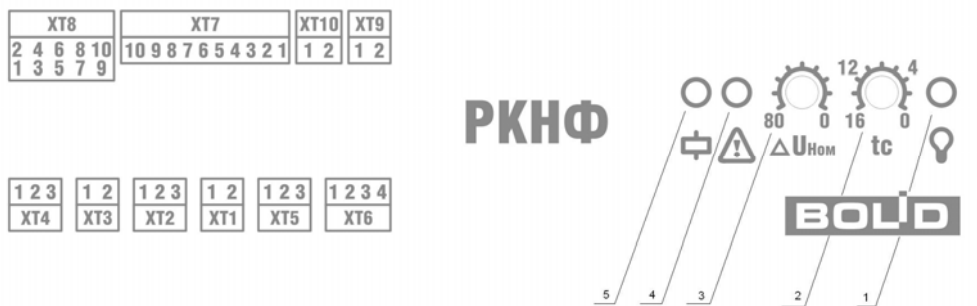

Рисунок 3. Лицевая панель РКНФ
- Максимально допустимое отклонение напряжения выставляется потенциометром 2 (см. рис. 3).  $\Delta U_{\text{ном}}$  определяет одновременно верхний и нижний пороги срабатывания. Таким образом, входное напряжение будет считаться допустимым в диапазоне от  $(220 - \Delta U_{\text{ном}})$  В до  $(220 + \Delta U_{\text{ном}})$  В.  $\Delta U_{\text{ном}}$  может принимать значения от 0 В (крайнее левое положение потенциометра) до 80 В (крайнее правое положение потенциометра).
- Время интегрирования неисправности (время задержки срабатывания) выставляется регулятором 3 (см. рис. 3).  $t_c$  определяет время накопления неисправности (восстановления) и может принимать значения от 0 с (крайнее левое положение потенциометра) до 16 с (крайнее правое положение потенциометра).